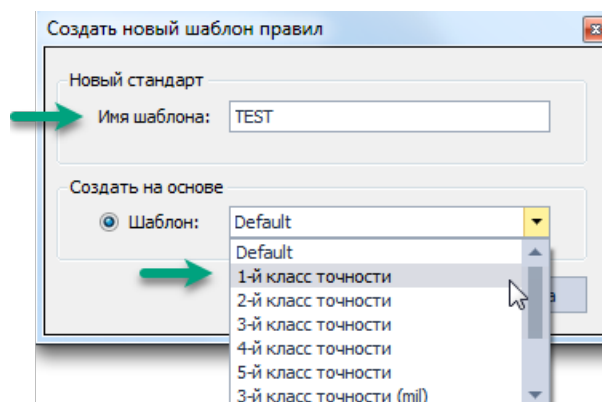

Рис. 96 Добавление шаблона правил
- Введите имя шаблона и выберите источник исходных данных для нового шаблона (шаблон правил в Стандартах системы) в поле «Создать на основе», Рис. 96. Источник исходных данных выбирается с помощью выпадающего списка.